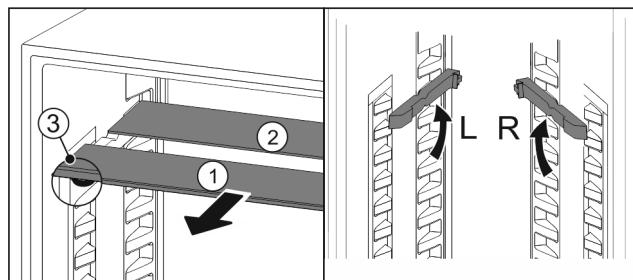

Fig. 123
- ▶ Skleněné desky jednotlivě vytáhněte dopředu Fig. 123 (1).
- ▷ Skleněná deska Fig. 123 (1) s ozdobnou lištou leží vpředu.
- ▷ Zarážky Fig. 123 (3) směřují dolů.